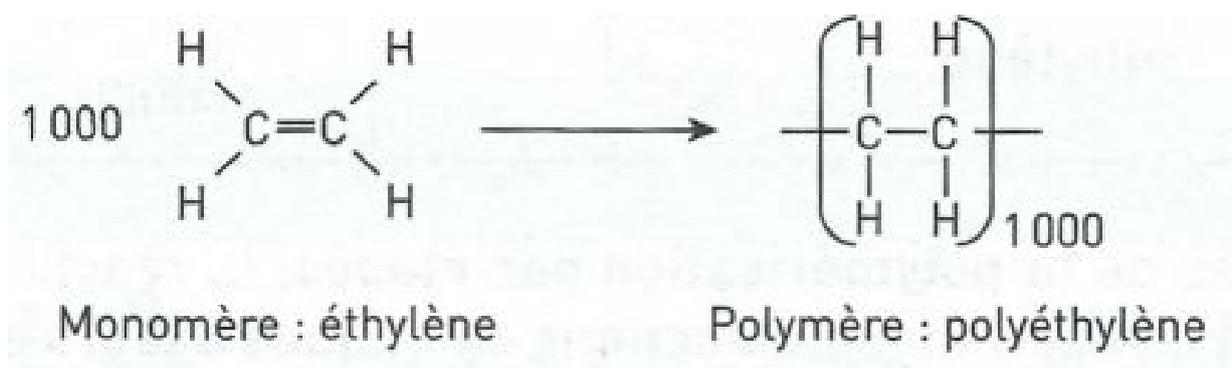

FIGURE 12 – Réaction de polymérisation de l'éthylène
- le coefficient stœchiométrique correspond au degré moyen de polymérisation ( $\bar{n} = 1\ 000$  dans l'exemple Figure 12) ;